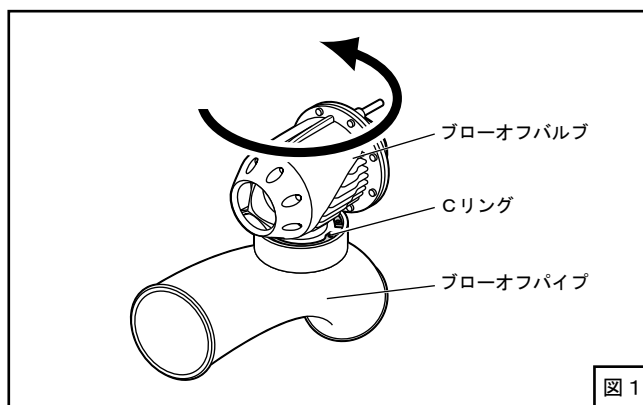

図1
1. ブローオフアセンブリのCリングをゆるめ、ブローオフパイプとブローオフバルブの取付け角度を180°回転させてください。(図1、図4)